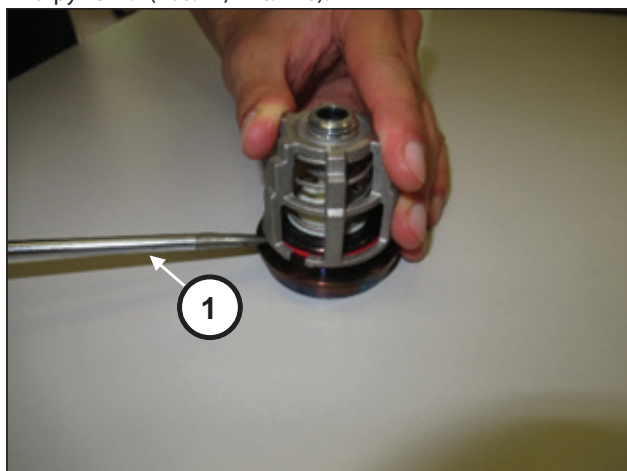

Рис. 146
Демонтируйте узлы всасывающих и нагнетательных клапанов, используя в качестве рычага простые инструменты (поз. ①, Рис. 146).